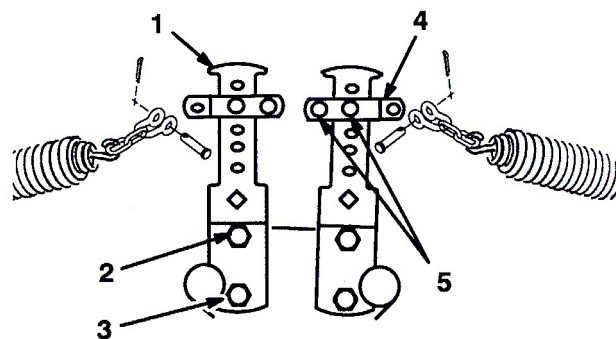
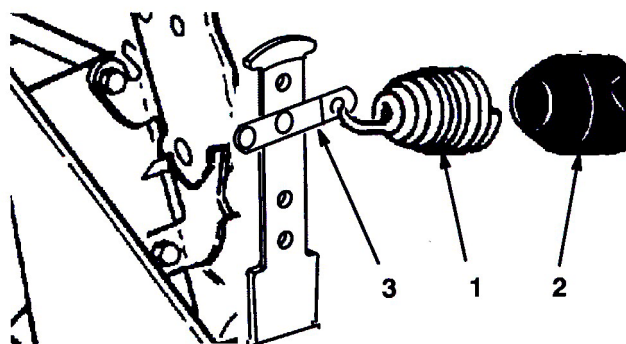

図16
図17
4. スプリングの反対側の端部を前後のカウンタバランス・アーム (図16、図17) の適切な穴 (選択方法は以下を参照) に引っ掛ける (スプリング・シャックル、クレビスピン、コッターピンを使用)。
5. 前カuttingユニット: スプリングの反対側の端部を前カウンタバランス・アーム (図16) の上から2 番目の穴 (選択方法は手順4参照) に引っ掛ける (チェーン、スプリング・シャックル、クレビスピン、コッターピンを使用)。
6. 後カuttingユニット: スプリングにビニル・カバーを被せ、後カウンタバランス・アーム (図17) の上から2 番目の穴 (選択方法は手順4参照) に引っ掛ける (スプリング・シャックルを使用)。
8. 外しておいたキャップスクリューとナットでカウンタバランス・アームの下部を元通りに固定し、上キャップスクリューを締め付ける (図16)。